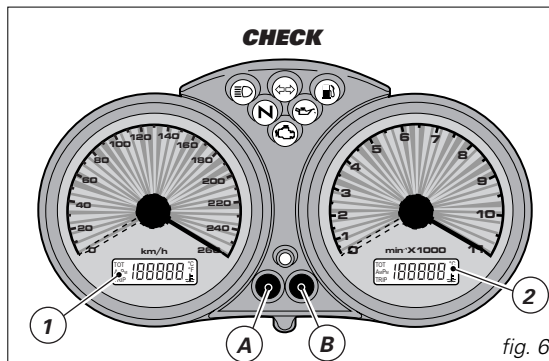

fig. 6
Presionando el pulsante (B) (fig. 6) con llave **ON** se alterna la visualización del cuentakilómetros parcial y del total.
Manteniendo presionado el pulsante (B) (fig. 6) durante más de 2 segundos cuando se encuentra en la función **TRIP** (cuentakilómetros parcial), se obtendrá la puesta en cero en el display (LCD 1).
Presionando el pulsante (A) (fig. 6) con llave **ON** se visualiza el reloj y la temperatura del aceite.